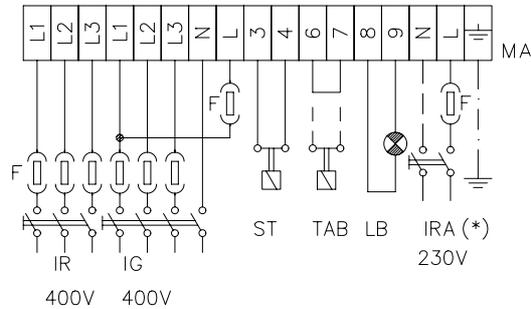

Fig. 9
- Eseguire i collegamenti elettrici alla morsettiere di alimentazione seguendo lo schema in Fig. 9; verificare il senso di rotazione del motore del ventilatore e rimontare il coperchio del quadro.